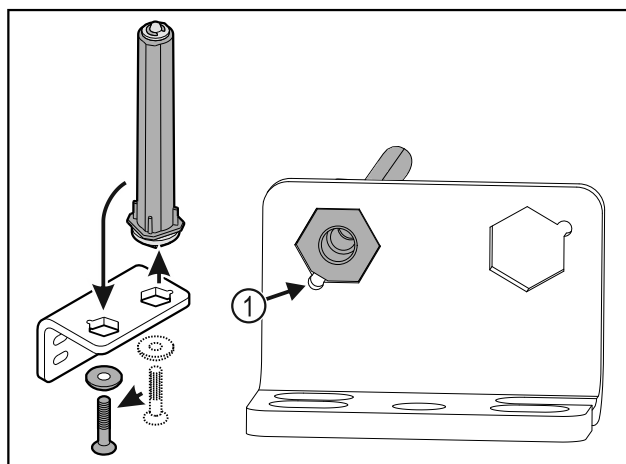

Fig. 40
- Pobrinite se za to da je prilikom umetanja zakošenje na svornjaku Fig. 40 (1) usmjereno prema okrugloj rupi.